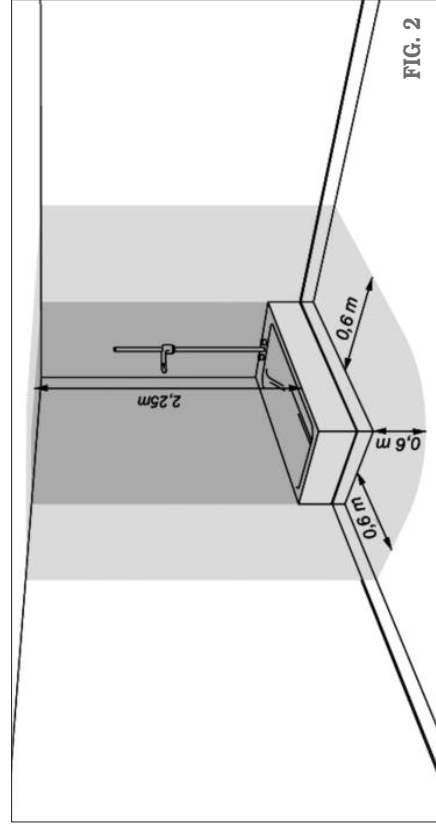

FIG. 2
- Dans le volume de protection (fig. 2) page 18, des interrupteurs ne seront pas installés, mais il sera possible d'installer des prises de courant de sécurité.
Volumen de protección / Volume de protecção (Fig. 2) / Volume de protection (Fig. 2).